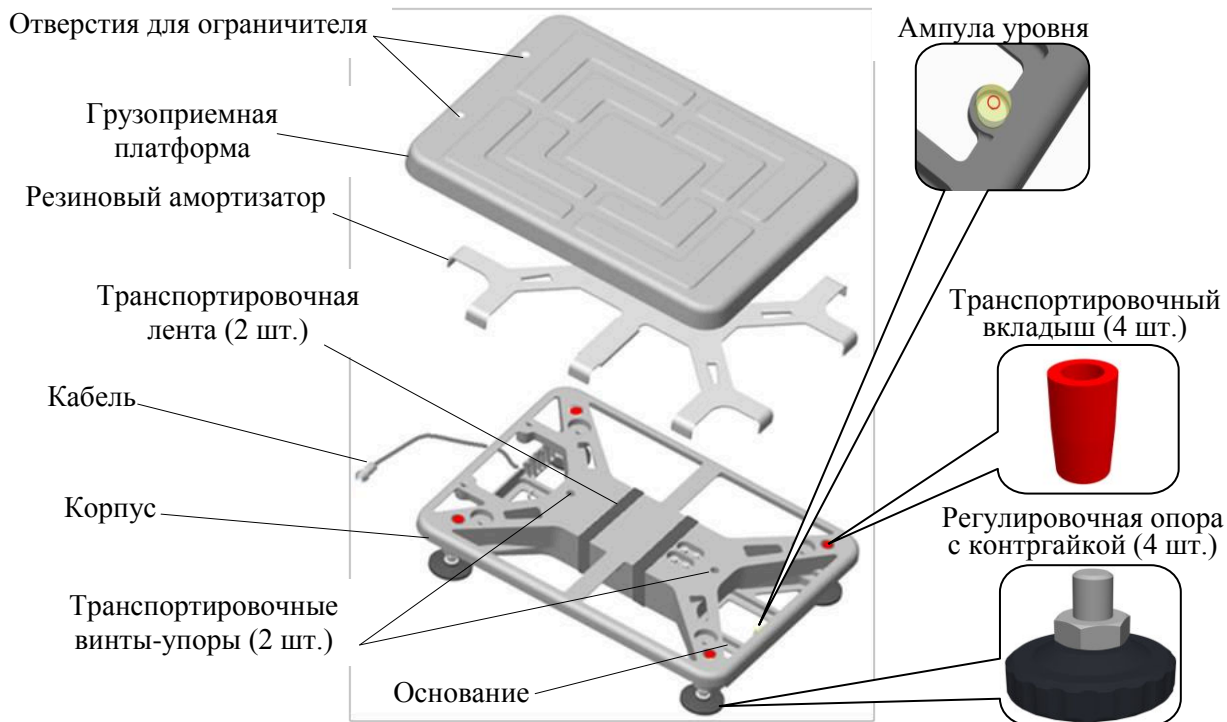

Рисунок 1 – Конструкция модуля
- 3.1.6 Переверните модуль и вверните регулировочные опоры (4 шт.) с помощью ключа шестигранного S4 (см. рис. 1).